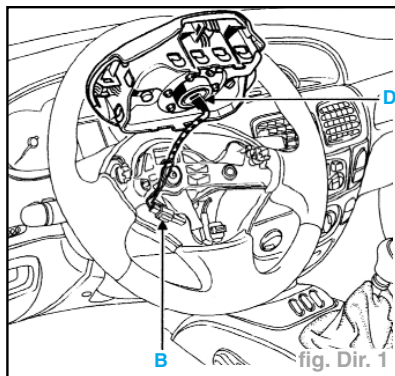

fig. Dir. 1
- le coussin airbag fixé par deux vis derrière le volant et débrancher le connecteur blanc (D) du coussin et le connecteur (B) de commande d'avertisseur (fig. Dir. 1),
- Reconnecter le coussin d'airbag (B et C : enclipsage fort) et le fixer sur le volant (fig. Dir. 1).